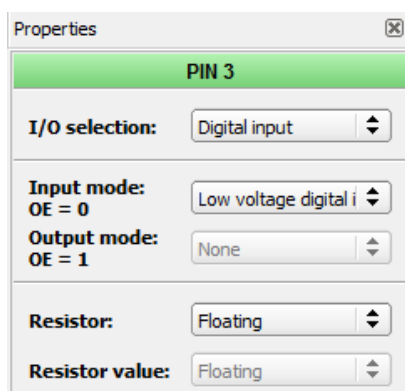

図 2. LVDI に関する設定
**LVDI:** Vdd と Vdd2 をともに 5V とし、入力電圧は 0V から 1.8V の間でスイングするものとする、入力端子の設定は、図 2 のようになります。